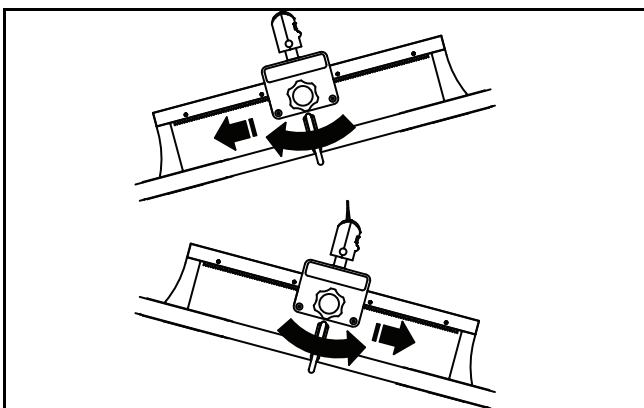

Fig. 10
- 4) Drei på en av knappene for å flytte støttebrakettene mot den tyngste enden (peker nedover) av bærerammen slik at bærerammen henger vannrett (se Fig. 10).